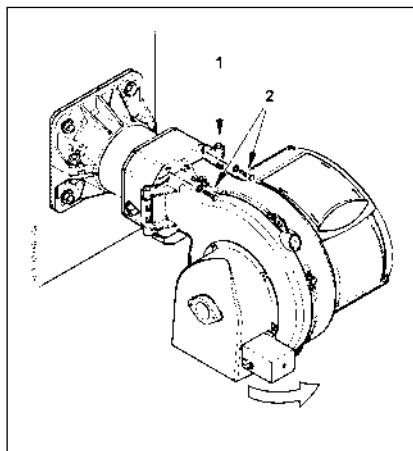

Рисунок 1
Открутите два винта (2) и поверните горелку вокруг пальца (1), помещённого на специальный шарнир (рисунок 1).